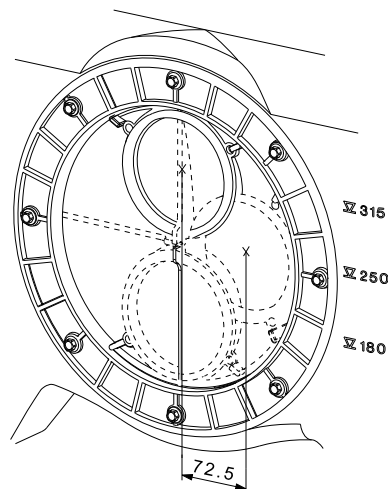
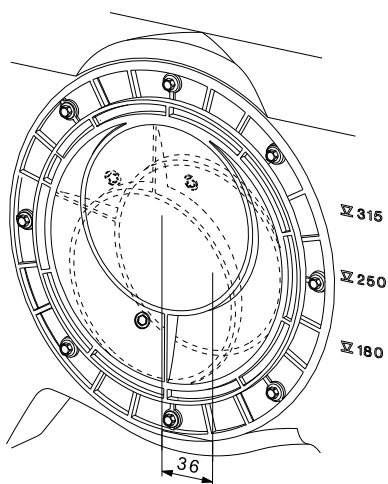

Рис. 12 Диск входного патрубка диаметром DN 100 регулируется от 180–315 мм над уровнем фундамента до середины входной трубы
Рис. 13 Поставляемый по запросу диск входного патрубка диаметром DN 150 регулируется от 207–279 мм над уровнем фундамента до середины входной трубы
- Подготовьте входной патрубок с регулируемой высотой на задней поверхности насосной установки Multilift MD. Диаметр DN 100 диска входного патрубка позволяет устанавливать его высоту от 180 до 315 мм выше уровня фундамента. Наиболее распространенные значения высоты указаны рядом с входным отверстием: 180, 250 и 315 мм. См. рис. 12. Диск входного патрубка диаметром DN 150 поставляется в составе принадлежностей. См. рис. 13. Болты вокруг внешнего кольца диска входного патрубка закручены не полностью, что позволяет диску вращаться. Это позволит установить входной патрубок на нужной высоте. После установки требуемой
Перед подключением насосной установки Multilift MD обратите внимание на то, что при повороте диска входного патрубка для соответствия высоте всасывающего трубопровода, насосная установка и напорный патрубок также сдвинутся вбок (макс. 72,5 мм). См. рис. 12.